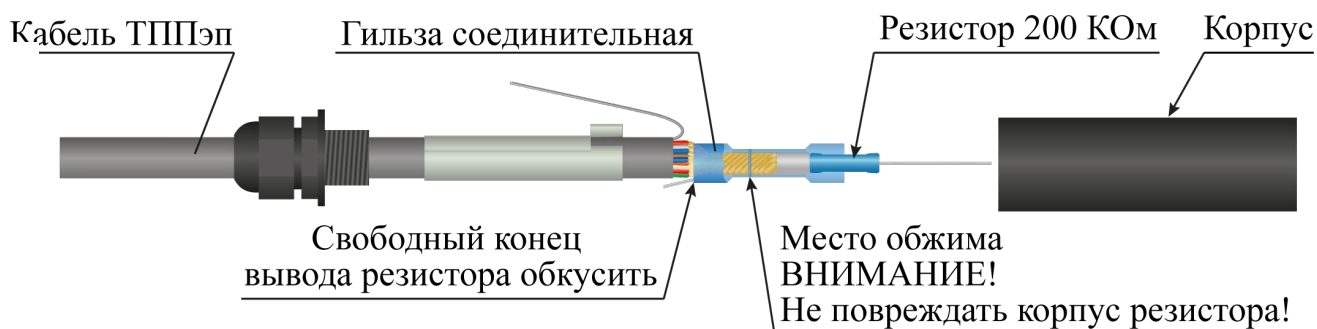

Рисунок 4.11
- гильзу обжать с помощью специального инструмента (рекомендуется применять клещи обжимные КО-01) со стороны кабеля ТППЭп, не повреждая корпус резистора (рисунок 4.11);